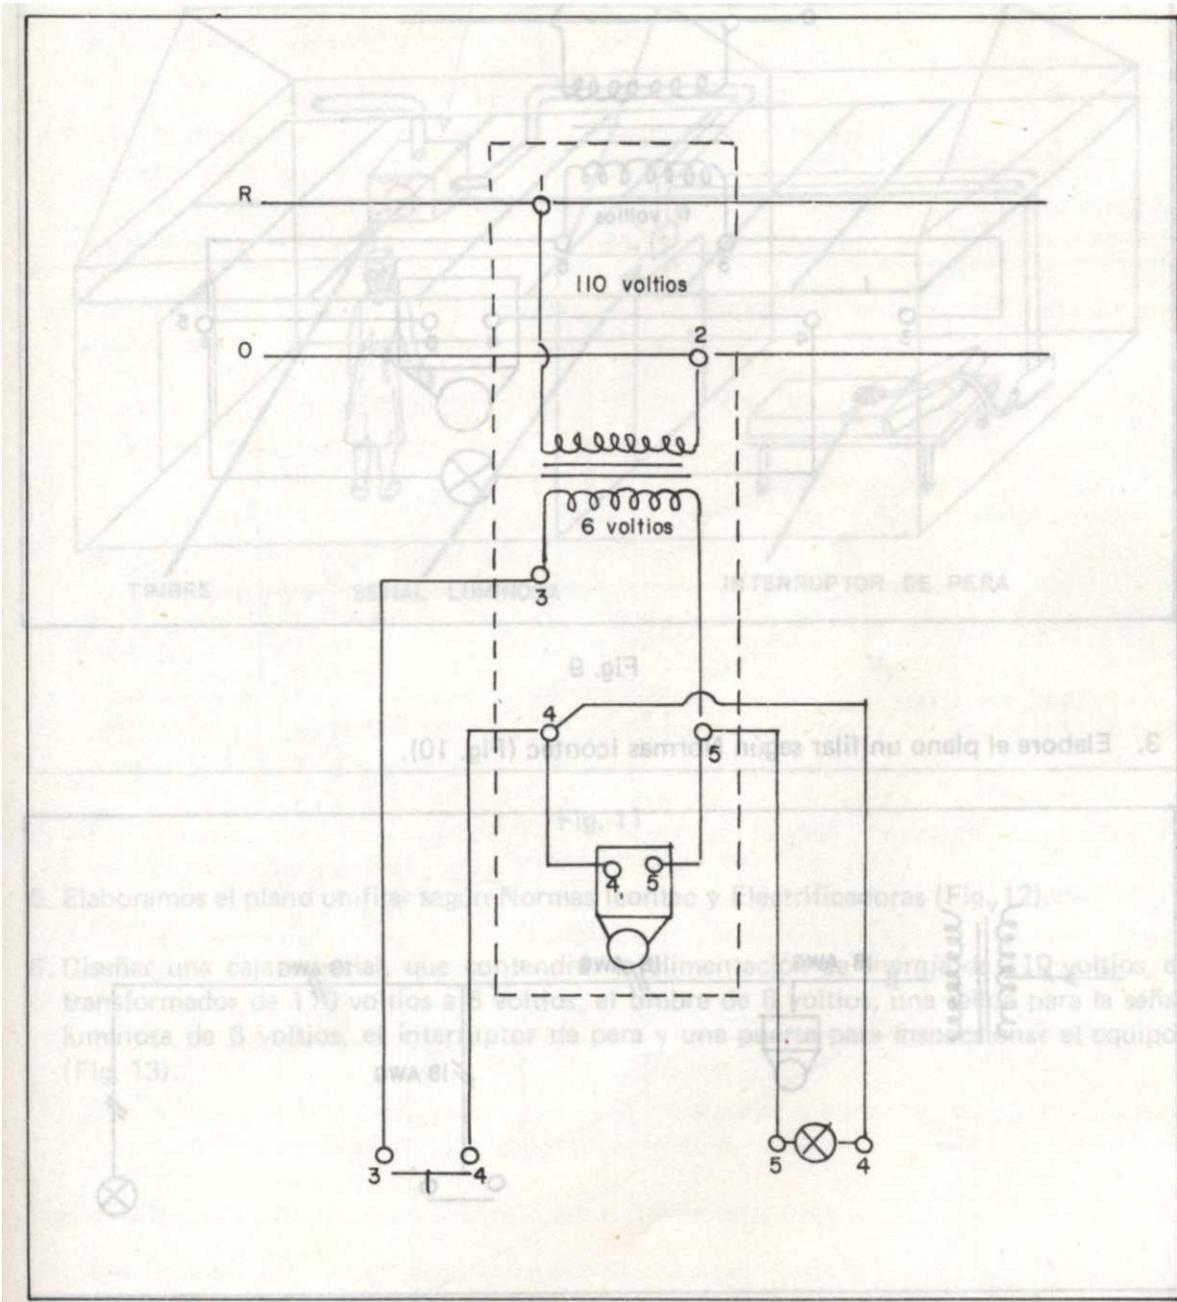

Fig. 8
1. Elabore el plano esquemático (ver fig. 8).